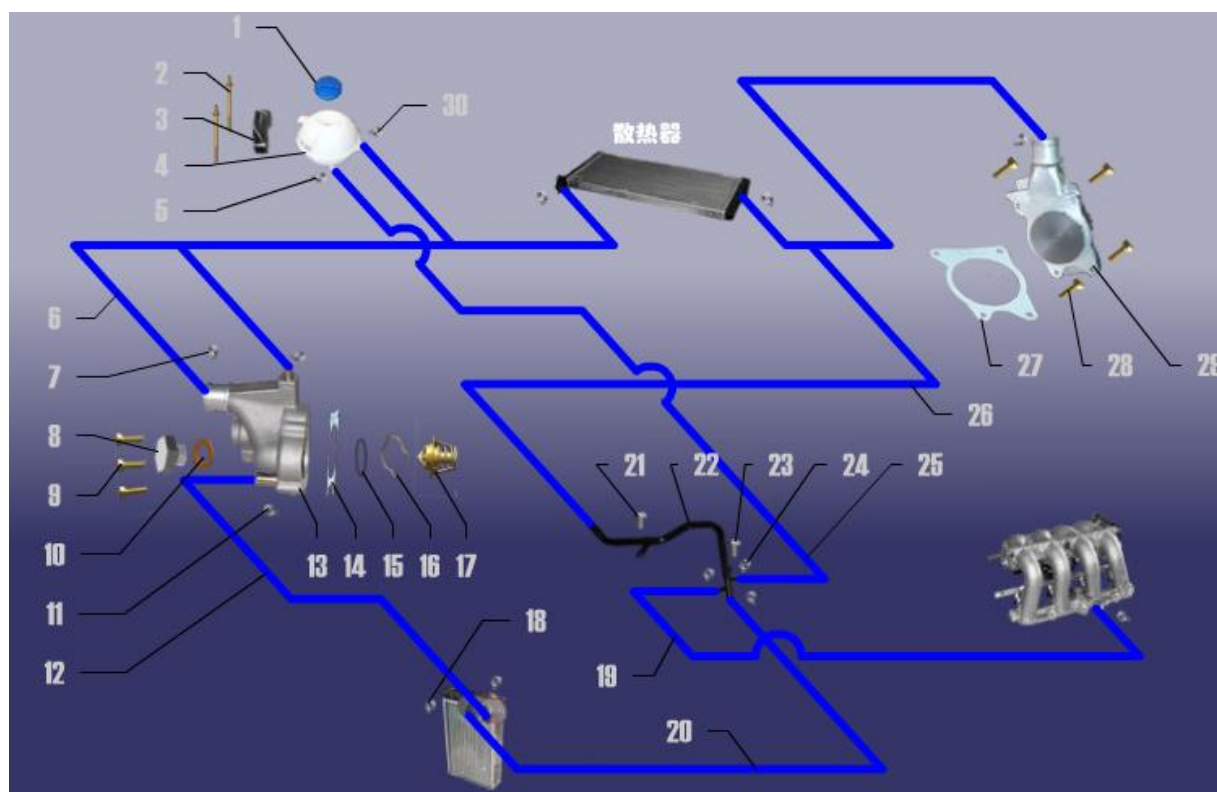

Рис. 23. Система охлаждения.
- снять с расширительного бачка пробку поз. 1 рис. 23;